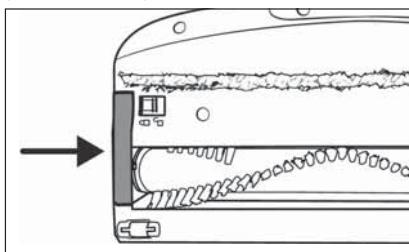

Abb. 32
- 5) Setzen Sie die Bürstenrolle ②1 in die Bodenbürste ②2 ein. Drehen Sie die Bürstenrolle ②1 dabei etwas, um sie leichter einsetzen zu können.
- 6) Setzen Sie den Bürstenrollenhalter ②0 wieder in die Bodenbürste ②2 ein. Drücken Sie ihn nach unten, bis er mit einem Klickgeräusch in die Bodenbürste ②2 einrastet (siehe Abb. 32).